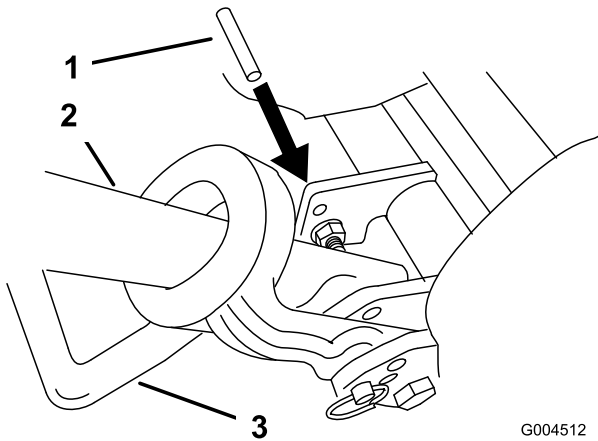

Bild 47
2. Lassen Sie den Ständer ab. Setzen Sie einen Stift oder etwas Äquivalentes mit einem Durchmesser von 1/4 Zoll in das Rahmenloch über dem Ständerbefestigungsbolzen ein (Bild 47).